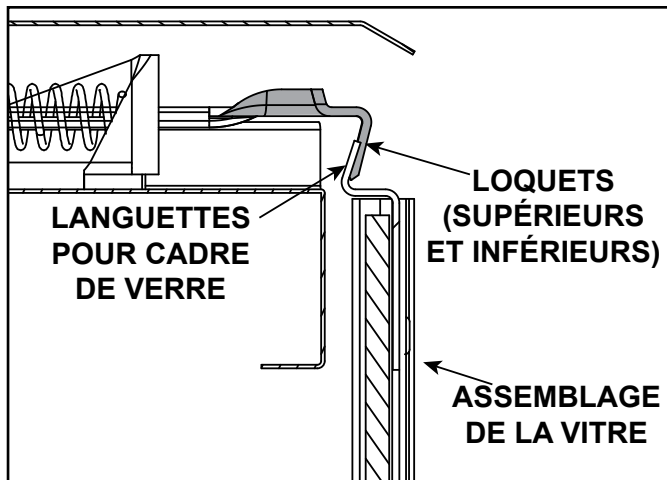

Figure 11.9 Panneau de verre fixe
- Sortez les quatre verrous du panneau de verre fixe hors des languettes du cadre. Enlevez l'assemblage de la vitre fixe de l'appareil. Voir la figure 11.9.